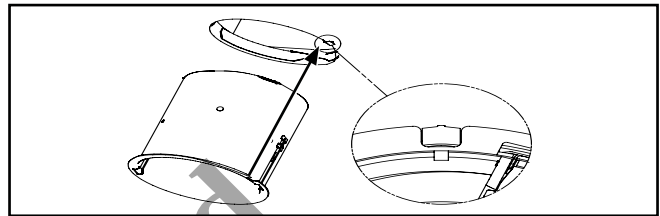

Figura 4.
5. Con los ganchos Easy Lock enganchados en posición ascendente, inserte el capuchón en el techo. Mantenga la muesca en el capuchón alineada con el muelle del marco de yeso (Figura 4.).